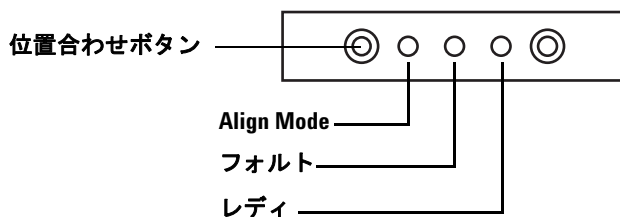

図 78 サンプルトレイの位置合わせ
- 1 細長い道具（ペン先など）を使って、インジケータライトの左にある、くぼんだ位置合わせボタンを押します。くぼんだ穴の中にあるボタンの後ろや周辺を触らないよう注意してください（図 78）。